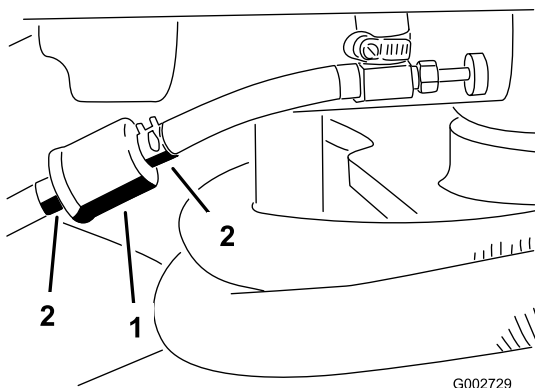

図 30
1. 燃料バルブを閉じ、フィルタのキャブレター側についているホースクランプをゆるめ、燃料ラインからフィルタを外す 図 30。